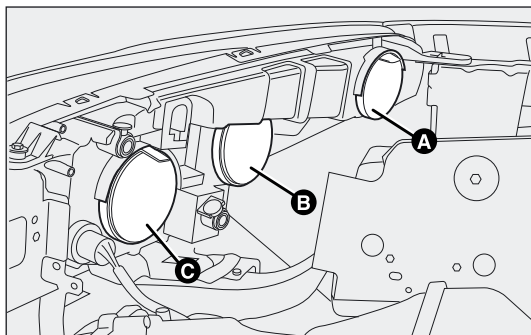
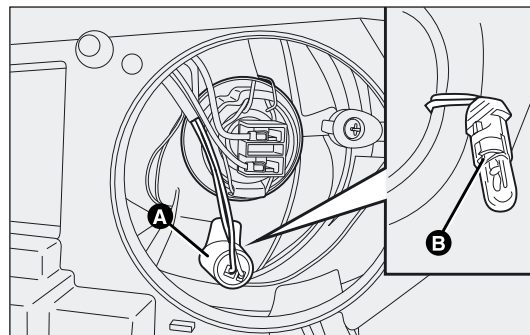

fig. 150
fig. 151
KOPLAMPUNITS fig. 150
- ☐ verwijder het beschermdeksel B-fig. 150;
- ☐ draai de lamphouder A-fig. 151 linksom en verwijder hem;
- ☐ monteer de nieuwe lamp, plaats de lamphouder A-fig. 151 en monteer het beschermdeksel B-fig. 150 op de juiste wijze.
- ☐ monteer het beschermdeksel B-fig. 150 op de juiste wijze.
- ☐ verwijder het beschermdeksel A-fig. 150;
- ☐ monteer het beschermdeksel A-fig. 150 op de juiste wijze.
- ☐ verwijder het beschermdeksel C-fig. 150;
- ☐ monteer het beschermdeksel C-fig. 150 op de juiste wijze.